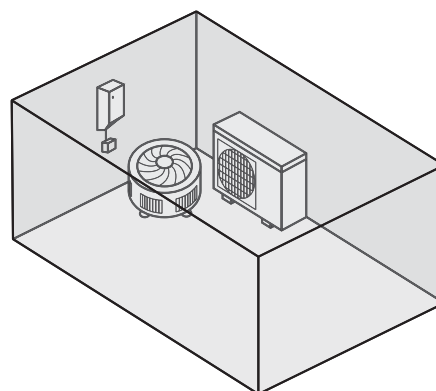

Bild 2: Ort von potenzieller Ansammlung von Kältemittel
- Sollten Anlagenbauteile im Freien an einem Ort aufgestellt werden, an dem sich freigesetztes Kältemittel ansammeln kann (z. B. Senke, siehe Bild 2), müssen die Anforderungen an Gasnachweissysteme und die Belüftung von Maschinenräumen erfüllt werden (siehe „Kältetechnische Komponenten für die Aufstellung in einem Maschinenraum“; DIN EN 378-3, Abschnitt 4.3). Es muss gewährleistet werden, dass sich Kältemittel nicht in größeren Mengen ansammeln kann. Kältemitteldetektoren und Lüfter können hier Abhilfe schaffen.